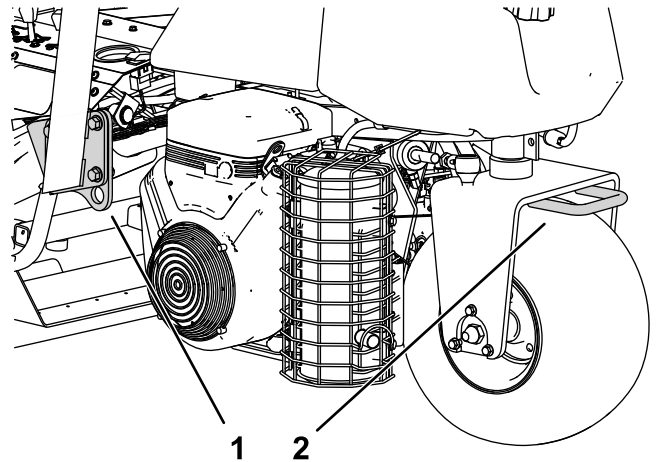

Figura 26
- Prenda a máquina de forma segura utilizando correias, correntes, cabos ou cordas. As correias frontal e traseira devem estar dirigidas para baixo e para fora da máquina (**Figura 26**).